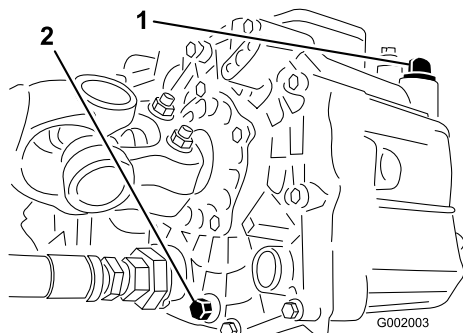

Bild 66
3. Nehmen Sie die Ablassschraube an der Seite des Behälters ab und lassen Sie die Hydraulikflüssigkeit in die Auffangwanne ablaufen (Bild 66).